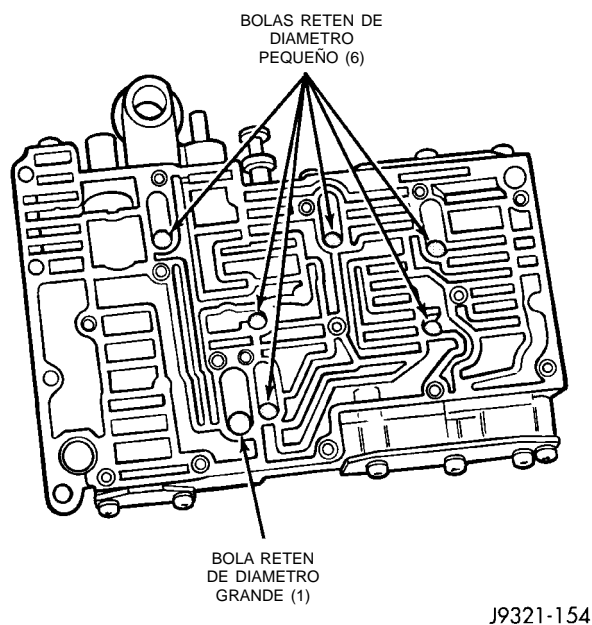

Fig. 71 Localizaciones de las bolas retén en la caja superior
(1) Observe la posición de las bolas retén en la caja superior del cuerpo de válvulas (Fig. 71). Luego retire la bola retén de diámetro grande y las seis de diámetro más pequeño.